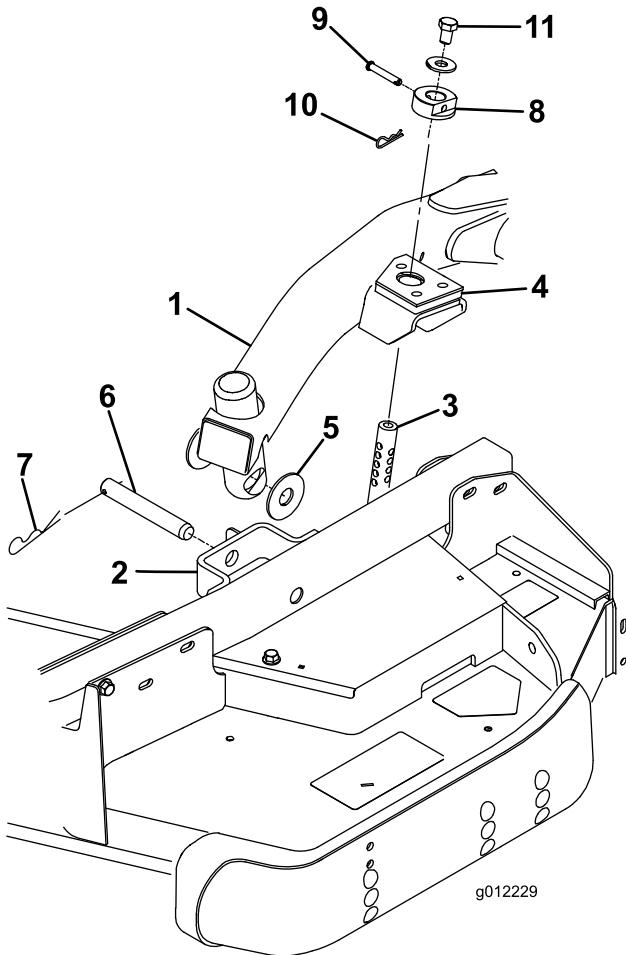

図 23
とキャスター アーム ブラケットについている穴を整列させ、昇降アームのパッドに刈高ロッドを挿入できるようにする(図 23)
5. スラストワッシャ枚、クレビスピン、ヘアピンコッターを使って、昇降アームをキャスター アームに固定する。スラストワッシャは昇降アームとキャスター アーム ブラケットの間に入れる(図 23)コッターピンを、キャスター アームタブのスロットに差し込んで固定する。
9. 刈高ロッドに刈高カラーを取り付け、クレビスピンとヘアピンコッターで固定する(図 23)クレビスピンの頭をデッキの前に向けておく。
- 各刈高ロッドの上部に $1/2 \times 3/4"$ ボルトとワッシャを取り付ける図 23。